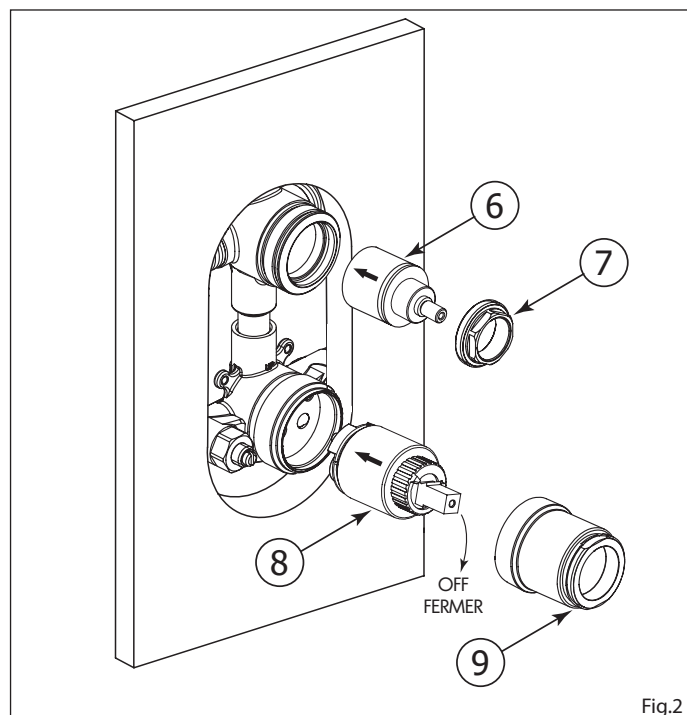

Fig.2
Insert the P.B. cartridge (8) and the diverter cartridge (6) into the valve body as shown (Fig.2). Screw the cartridge holder (9), large nut (7) back into place. DO NOT OVERTIGHTEN.
Insérer la cartouche P/B (8) et la cartouche du déviateur (6) dans la valve tel qu'illustré. (Voir Fig.2). Revisser le manchon (4) et l'écrou (7) en place. NE PAS TROP SERRER.